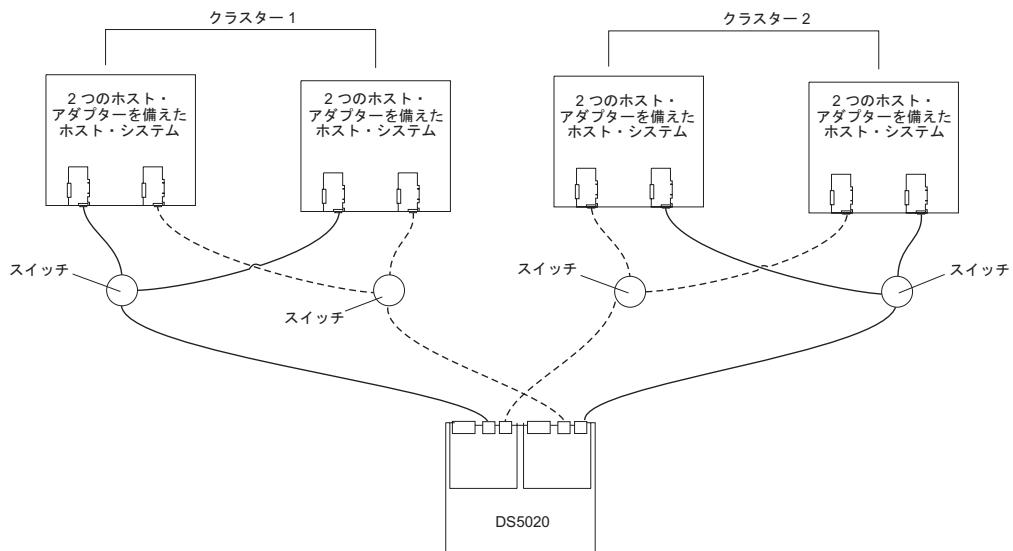

図 60. 2 クラスター構成の例
- 2 つのクラスター (97 ページの図 60)
97 ページの図 60 に、2 クラスター構成の例を示します。